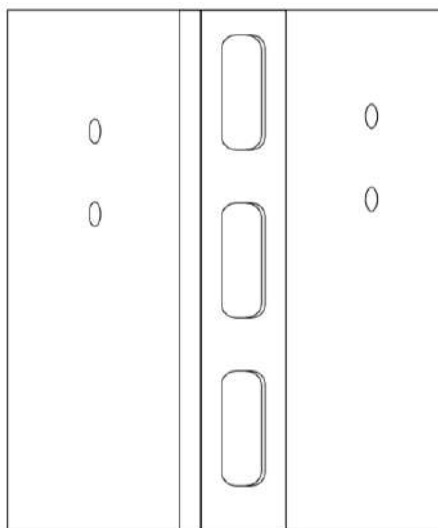

Fig. 12 – Låsemekanisme på søjle
7. Rejs nu løftevangen op afmonter låsemekanismen på søjlen, så løftevangen kan installeres imellem søjlerne. Skub nu løftevangen ind i søjlen (**PAS PÅ IKKE AT VÆLTE SØJLEN**) i begge sider og installer låsemekanismen således at den klikker ned igennem løftevangen som vist i fig. 13. Fig. 12 viser låsemekanismen på søjle.